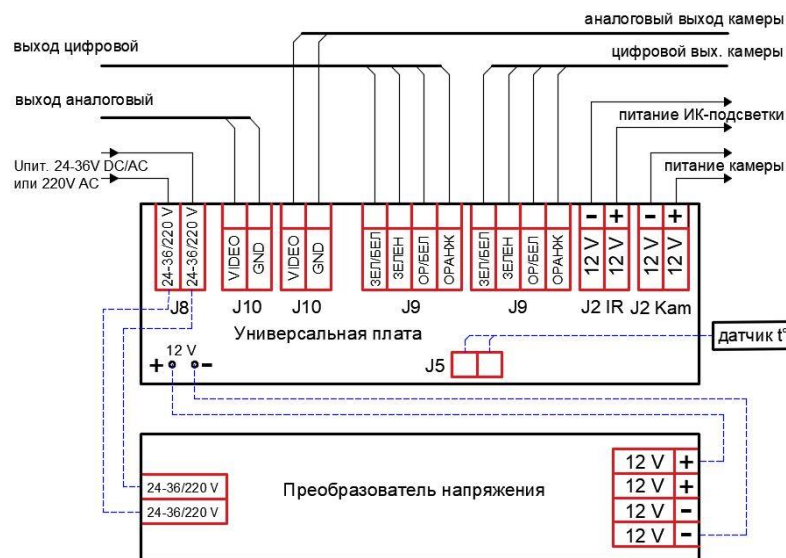
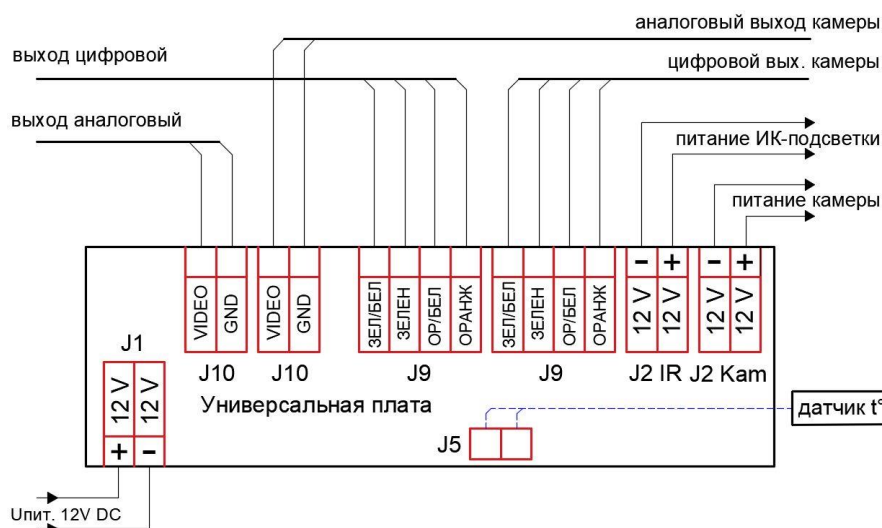

Рисунок 4.6 – Схема подключения термокожуха с напряжением питания 24–36 постоянно-переменного или 220 В переменного тока
Рисунок 4.7 – Схема подключения термокожуха с напряжением питания 12 В постоянного тока
4.6.7 Подключите видеокамеру к электронной плате согласно схеме подключения (рис. 4.6, рис.4.7);
4.6.8 Через кабельные вводы заведите питающий и сигнальный кабели, подключите к универсальной плате (рис. 4.6, рис.4.7);